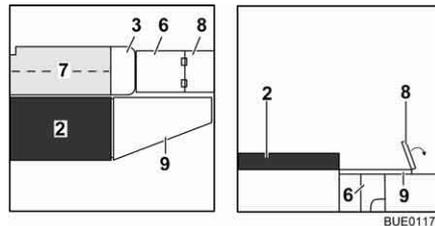

Bild 122 Während des Umbaus
- Bettkasten-Verlängerung (Bild 122,6) herausziehen.
- Die Verlängerung der Sitzplatte (Bild 122,8) nach außen umlegen.
- Das Zusatzpolster (Bild 122,7) aufklappen und auf den Tisch legen.
- Die Bettverbreiterung (Bild 122,9) in die Aufnahmen an den Sitztruhen einhängen.